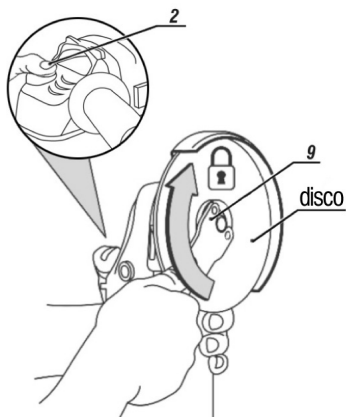

Fig. 6 – Montaje del disco en la máquina
5. Trabe el eje de la máquina presionando el botón traba del eje (2) y apriete la arandela externa en el eje con la llave (9), Fig. 6.